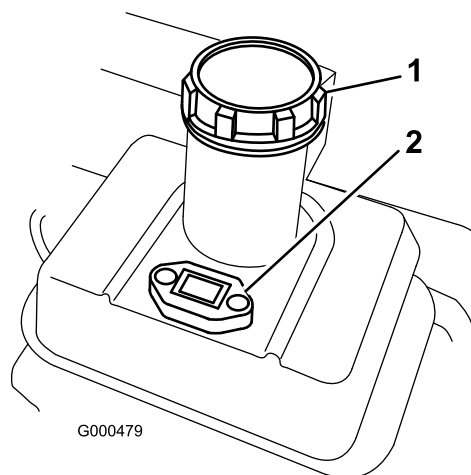

Figura 13
1. Limpie la zona alrededor del tapón del depósito de combustible y retire el tapón (Figura 13).